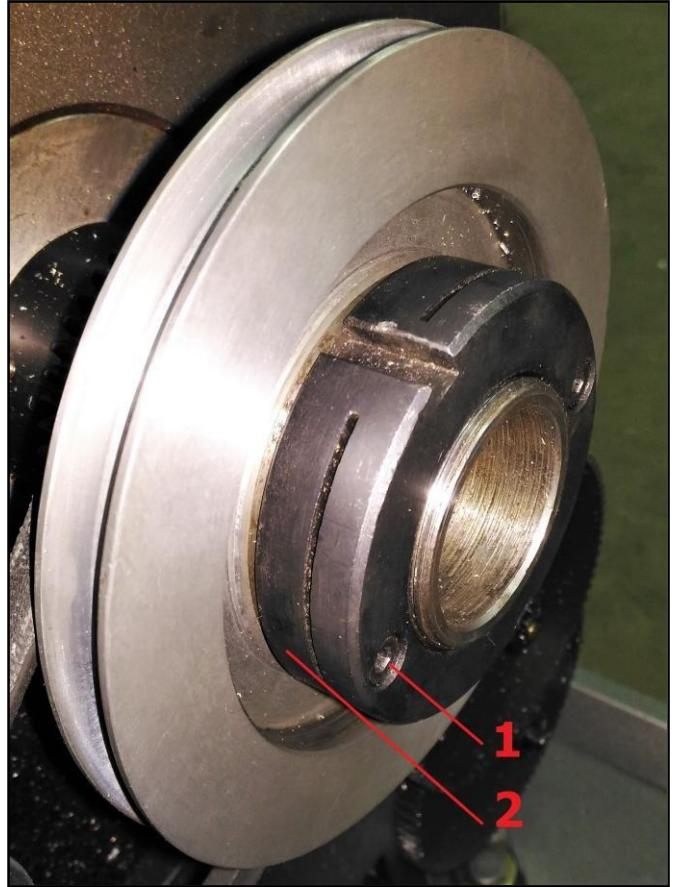

Рис.24
Освободите резьбовой штифт (1, рис.24). Осторожно открутите гайку с канавкой (2), используя специальный ключ.